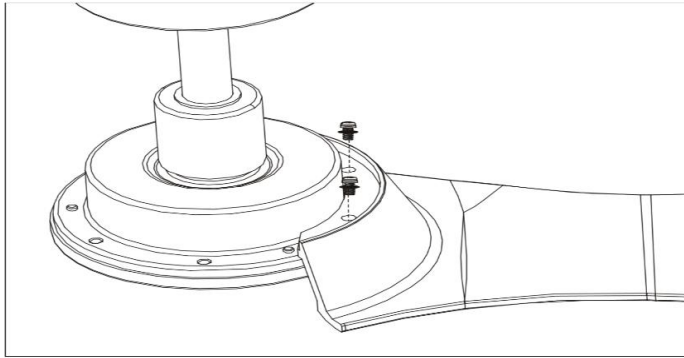

Fig. 4
**INSTALACIÓN DE LAS ASPAS (Fig. 4)**